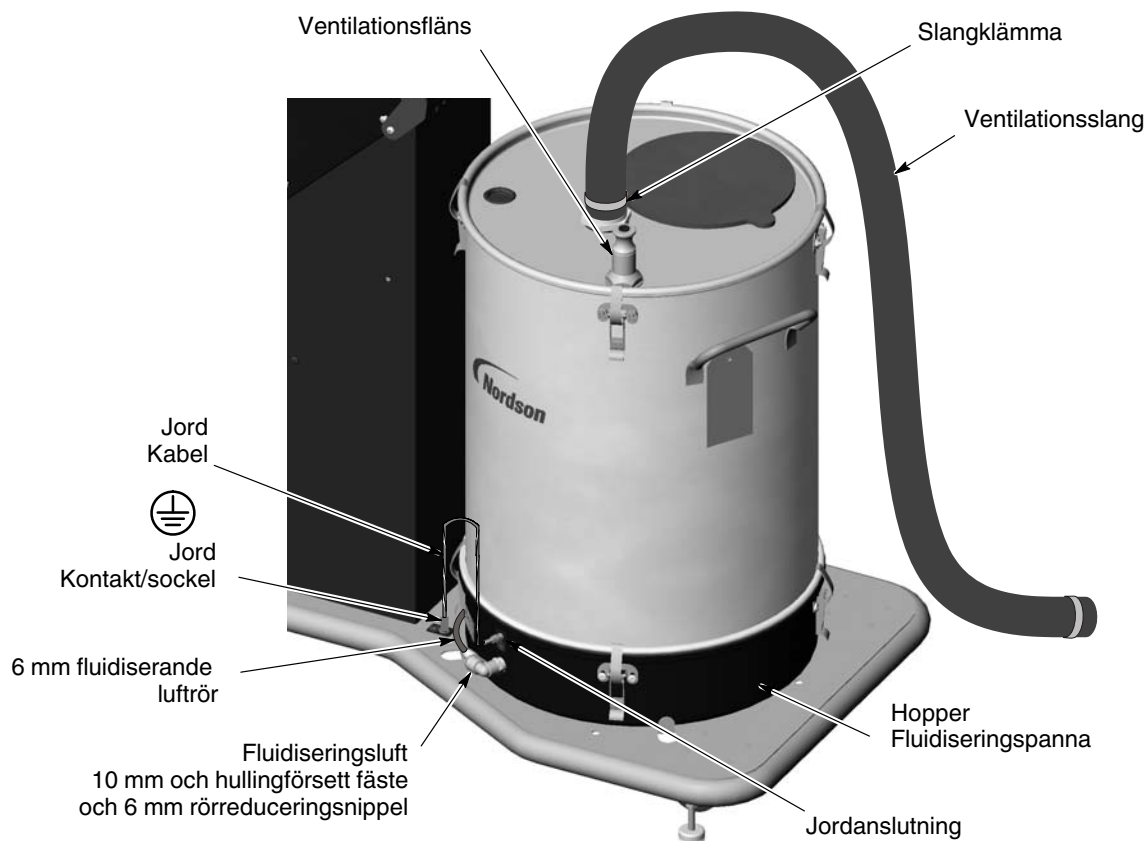

Bild 3-2 Installation av hopper på vagnen för mobila system
1. Se bild 3-2. Lossa hoppers lock och tag ut ventilationsslangen och slangklämmorna.